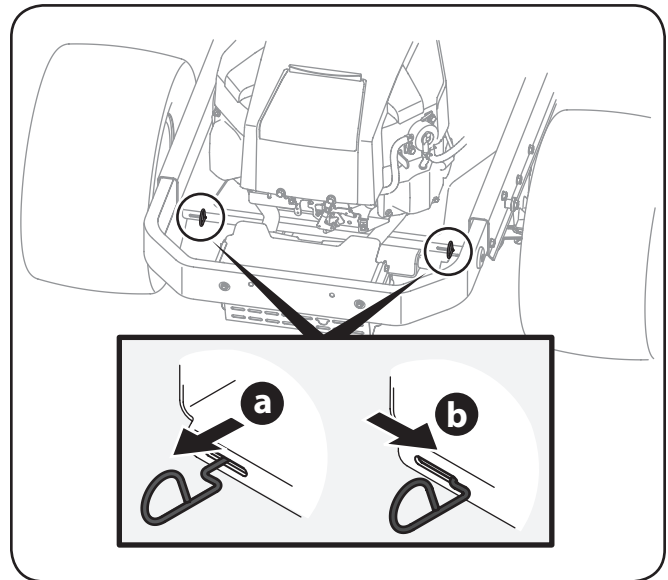

Figura 6-2
1. Desde la parte trasera del tractor, ubique las varillas de derivación de transmisión, justo en el interior de los dos neumáticos traseros. Consulte la Figura 6-2.
2. Enganche las varillas de derivación de la transmisión, una a cada lado del tractor, para mover el tractor manualmente sin ponerlo en marcha. Las varillas de derivación de la transmisión están ubicadas en la parte trasera del tractor, justo en el interior de las ruedas traseras. Enganche las varillas de derivación tirando de cada una hacia afuera (a) y hacia la derecha (b) para trazarlas en su lugar. Vea la Figura 6-2.
3. Después de mover el tractor, desenganche las varillas de derivación invirtiendo los pasos a y b. Vea la Figura 6-2.